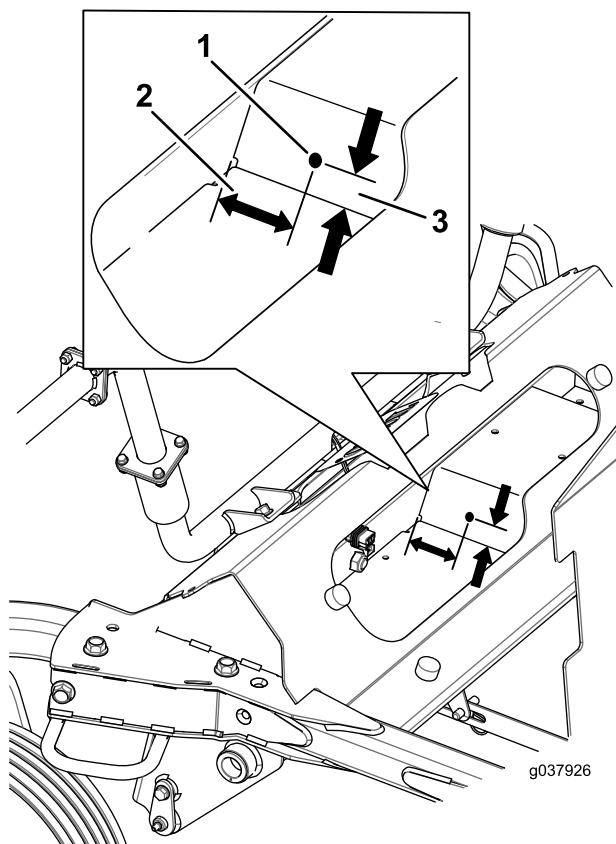

Figura 3
3. Realizzate i fori per l'avvisatore acustico come illustrato nella Figura 3.